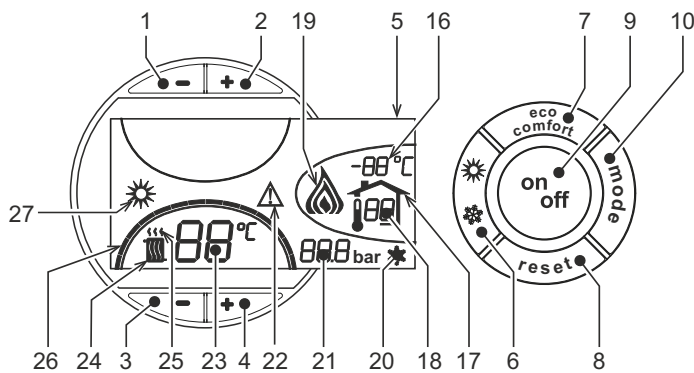
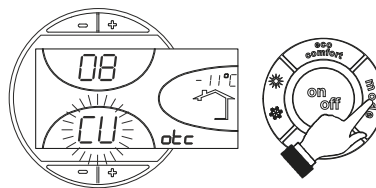
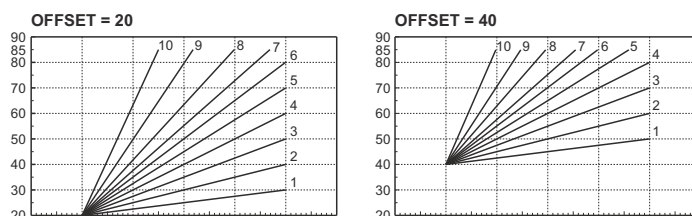

fig. 1 - Pannello di controllo
fig. 9 - Curva di compensazione
fig. 12 - Esempio di spostamento parallelo delle curve di compensazione
Premere il tasto **on/off** (part. 9 - fig. 1) per 1 secondo.
Per riaccendere la caldaia, premere nuovamente il tasto **on/off** (part. 9 - fig. 1) per 1 secondo.
- Premere il tasto ON/OFF (9 - fig. 1)
Premere il tasto **estate/inverno** (part. 6 - fig. 1) per 1 secondo.
Il display attiva il simbolo Estate (part. 27 - fig. 1): la caldaia erogherà solo acqua sanitaria. Rimane attivo il sistema antigelo.
Per disattivare la modalità Estate, premere nuovamente il tasto **estate/inverno** (part. 6 - fig. 1) per 1 secondo.
Agire sui **tasti riscaldamento** (part. 3 e 4 - fig. 1) per variare la temperatura da un minimo di 30 °C ad un massimo di 80°C.
Agire sui tasti sanitario +/- (part. 1 e 2 - fig. 1) per variare la temperatura da un minimo di 10°C ad un massimo di 65°C.
Quando viene installata la sonda esterna (opzionale) sul display del pannello comandi (part. 5 - fig. 1) è visualizzata l'attuale temperatura esterna rilevata dalla sonda esterna stessa. Il sistema di regolazione caldaia lavora con "Temperatura Scorrevole". In questa modalità, la temperatura dell'impianto di riscaldamento viene regolata a seconda delle condizioni climatiche esterne, in modo da garantire un elevato comfort e risparmio energetico durante tutto il periodo dell'anno. In particolare, all'aumentare della temperatura esterna viene diminuita la temperatura di mandata impianto, a seconda di una determinata "curva di compensazione".
Con regolazione a Temperatura Scorrevole, la temperatura impostata attraverso i tasti riscaldamento +/- (part. 3 e 4 - fig. 1) diviene la massima temperatura di mandata impianto. Si consiglia di impostare al valore massimo per permettere al sistema di regolare in tutto il campo utile di funzionamento.
Premendo una volta il tasto **mode** (part. 10 - fig. 1) viene visualizzata l'attuale curva di compensazione (fig. 9) ed è possibile modificarla con i **tasti sanitario** (part. 1 e 2 - fig. 1).
Premendo i **tasti riscaldamento** (part. 3 e 4 - fig. 1) si accede allo spostamento parallelo delle curve (fig. 12), modificabile con i **tasti sanitario** (part. 1 e 2 - fig. 1).
Premendo nuovamente il tasto **mode** (part. 10 - fig. 1) si esce dalla modalità regolazione curve parallele.
Se alla caldaia è collegato il Cronocomando Remoto (opzionale), le regolazioni descritte in precedenza vengono gestite secondo quanto riportato nella tabella 1. Inoltre, sul display del pannello comandi (part. 5 - fig. 1), è visualizzata l'attuale temperatura ambiente rilevata dal Cronocomando Remoto stesso.
Selezione Eco/Comfort	Disabilitando il sanitario dal menù del Cronocomando Remoto, la caldaia seleziona la modalità Economy. In questa condizione, il tasto 7 - fig. 1 sul pannello caldaia, è disabilitato. Abilitando il sanitario dal menù del Cronocomando Remoto, la caldaia seleziona la modalità Comfort. In questa condizione, con il tasto 7 - fig. 1 sul pannello caldaia, è possibile selezionare una delle due modalità.